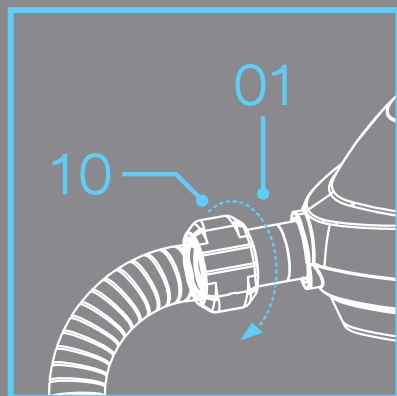

Figura 1.
Conecte el **adaptador del conducto flexible (10)** a la **entrada para inflar (1)** y gírelo hacia la derecha para apretar la conexión (**Figura 1**).